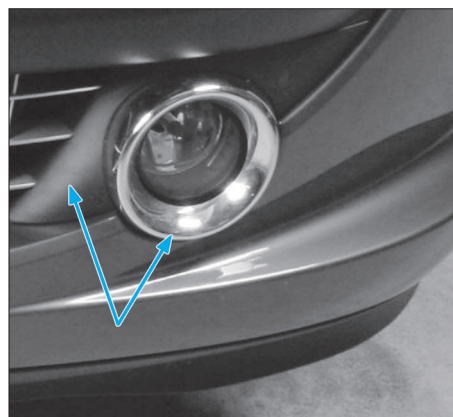

FIG. 7
- Dégrafer l'enjoliveur de l'antibrouillard (Fig.7).